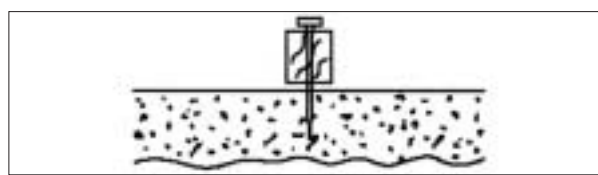

Fig. 2 – Listello di legno fissato al supporto con chiodi spartati
- Ancorare i listelli con chiodi metallici con penetrazione ≥ 35 mm (Fig. 2); posare la rete sotto i listelli prima della chiodatura. Questa modalità di fissaggio è la più utilizzata.